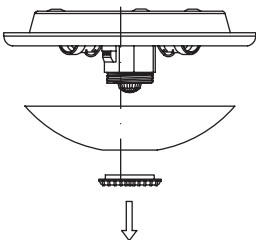

Рисунок 5
– на светильниках: НПО3233Д, НПО3234Д, НПО3235Д, НПО3236Д, НПО3237Д отверните пластиковую гайку и снимите стеклянный плафон (рисунок 5).